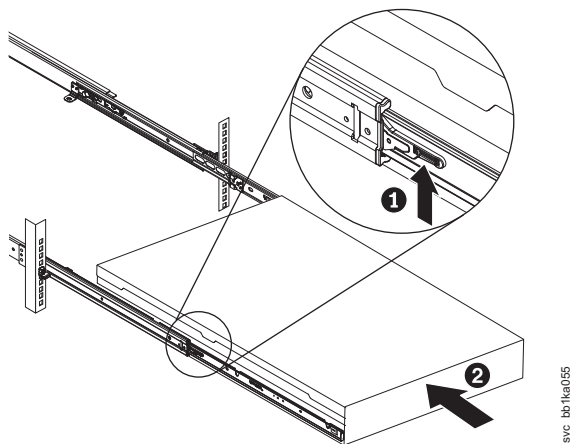

Figura 95. Levantando as alavancas de travamento do 2145-DH8 dos trilhos deslizante do rack
11. Levante as alavancas de travamento (**1** na Figura 95 na página 117) nos trilhos deslizantes e empurre o servidor **2** completamente no rack até que ele encaixe.